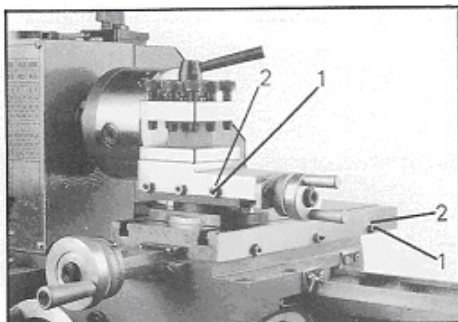

Рис. 25
Оба суппорта оборудованы регулировочными планками и могут быть установлены посредством винтов (1, Рис. 25) и контргаяк (2) без зазора.